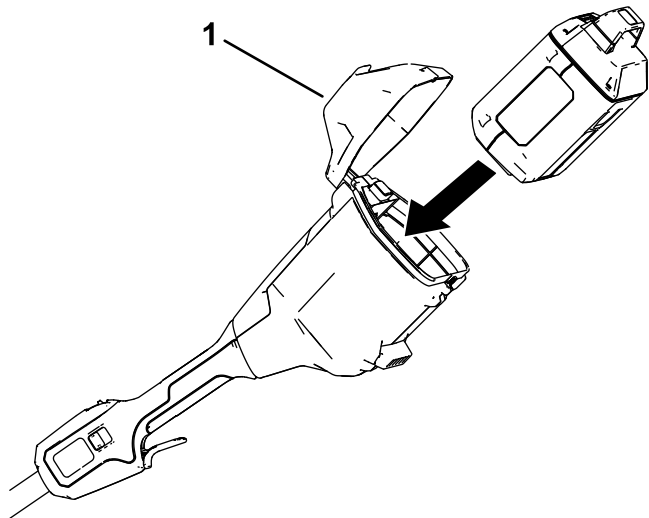

Рисунок 8
2. Откройте крышку аккумулятора (Рисунок 8).
3. Совместите выемку в аккумуляторной батарее с язычком в аккумуляторном отсеке (Рисунок 8).
4. Вставьте аккумуляторную батарею в аккумуляторный отсек и зафиксируйте аккумулятор защелкой (Рисунок 8).